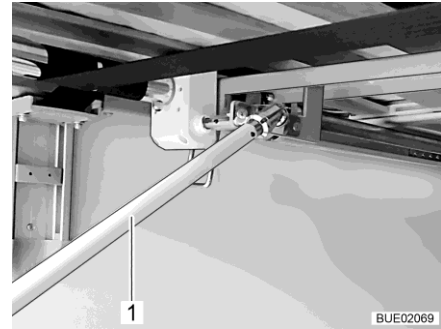

Bild 138 Vev i bakre lastutrymmet
- För att höja sängen: Vrid veven (Bild 138,1) medurs.
För att sänka sängen: Vrid veven (Bild 138,1) moturs.